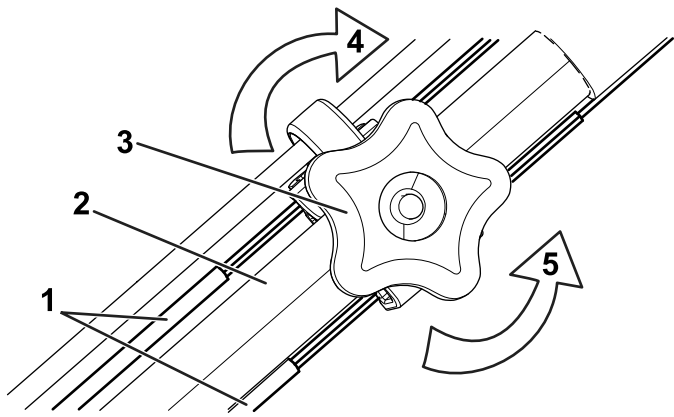

Рисунок 30
1. Поверните ручку регулировки против часовой стрелки, чтобы ослабить натяжку троса (Рисунок 30).
- Отрегулируйте натяжение троса (Рисунок 30), потянув его назад или вперед, затем удерживайте в этом положении.